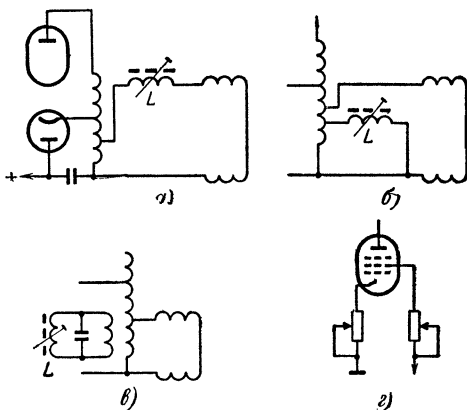

Рис. 18. Схемы регулировки амплитуды строчной развертки.
**Л.** — Такая регулировка практически не встречается. Наиболее часто регулятор размера связан непосредственно с отклоняющей системой. На рис. 18 приведено несколько схем возможных вариантов такой регулировки.
**Л.** — Да, и вряд ли стоит задерживаться на этих схемах. В более старых моделях телевизоров можно еще встретить переменное сопротивление в цепи катода выходной лампы (рис. 18).